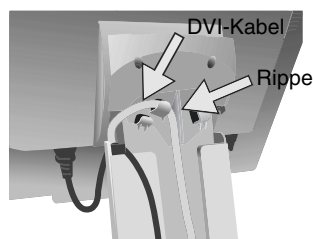

Abbildung C.3
6. Führen Sie das DVI-Kabel und das Netzkabel durch die in **Abbildung C.3** angegebenen Haken.